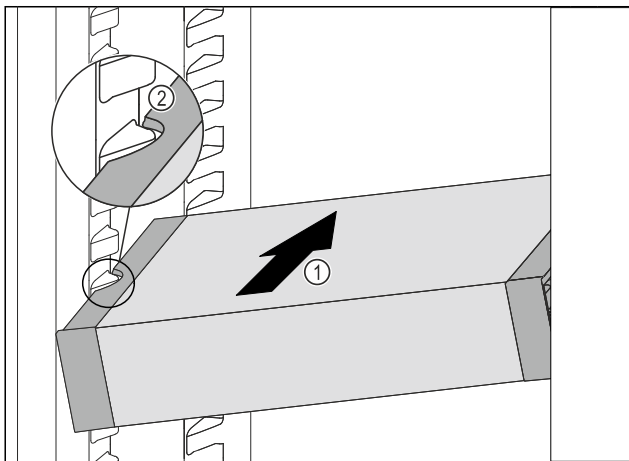

Fig. 129
- ▶ Predal VarioSafe potiskajte poševno v hladilnik Fig. 129 (1), dokler stranska izreza Fig. 129 (2) predala VarioSafe nista na višini nastavka za posodo v hladilniku.